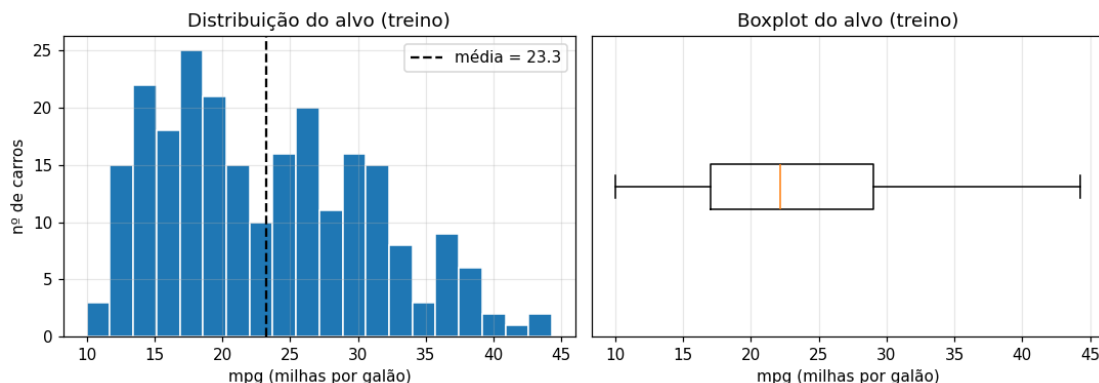

Figura 1. Distribuição de mpg (milhas por galão) no conjunto de treino: histograma (esq.) e boxplot (dir.).
1. No treino (238 carros), mpg tem média 23,3, mediana 22,1, desvio-padrão 7,7, mínimo 10,0 e máximo 44,3 mpg. A distribuição tem assimetria positiva moderada (0,47): a maioria está entre ~17 e ~29 mpg e há poucos carros muito econômicos (apenas 20 dos 238 passam de 35 mpg), uma faixa pouco representada. Nenhum ponto ultrapassou as cercas de 1,5·IQR (Figura 1), então não há extremos estatísticos.